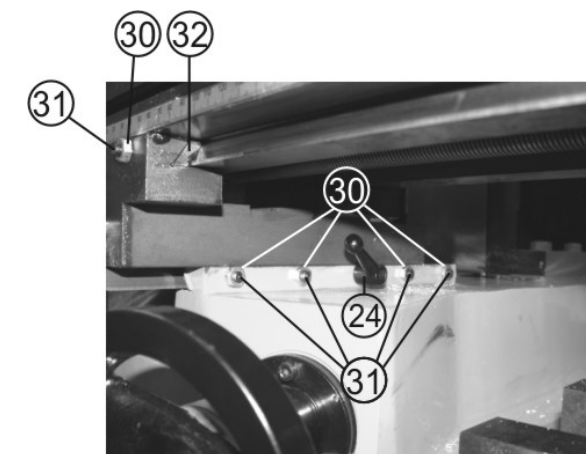

Рис. 6
9.3. Регулировка хода поперечной подачи стола (Рис. 6)
10.1.8. Положение стола (2) зафиксируйте поворотом по часовой стрелке рычага фиксации поперечной подачи стола (24), Рис. 6.
10.3.8. Установка и подача заготовки в поперечном направлении стола (2) производится вращением маховика поперечной подачи стола (17). Фиксированное положение устанавливается рычагом (24), Рис. 6.